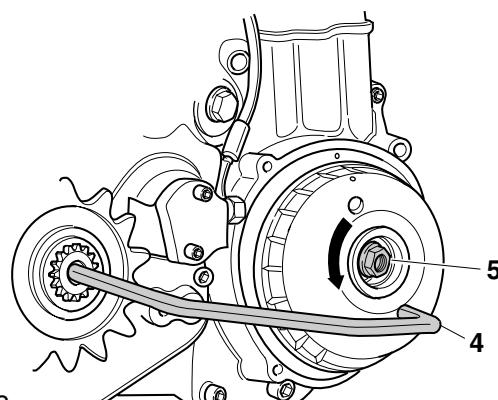

Fig.48
8. Riposizionare l'estrattore "4" come in fig.48 e serrare il dado "5" utilizzando per il bloccaggio **Loctite** frenofiletti di **Tipo medio 243**.
8. To reinstall the extractor "4" like in Fig. 48 and thigtening the nut "5" for the bloking **Loctite of middle type 243**.
8. Auszieher "4" in die Position (Abb. 48) stellen, Mutter "5" festziehen: zur Blockierung **Loctite (Mitteart 243)** benutzen.
8. Placer l'extracteur "4" voir fig.48 et serrer l'écrou "5" en utilisant **Loctite Type moyen 243**.